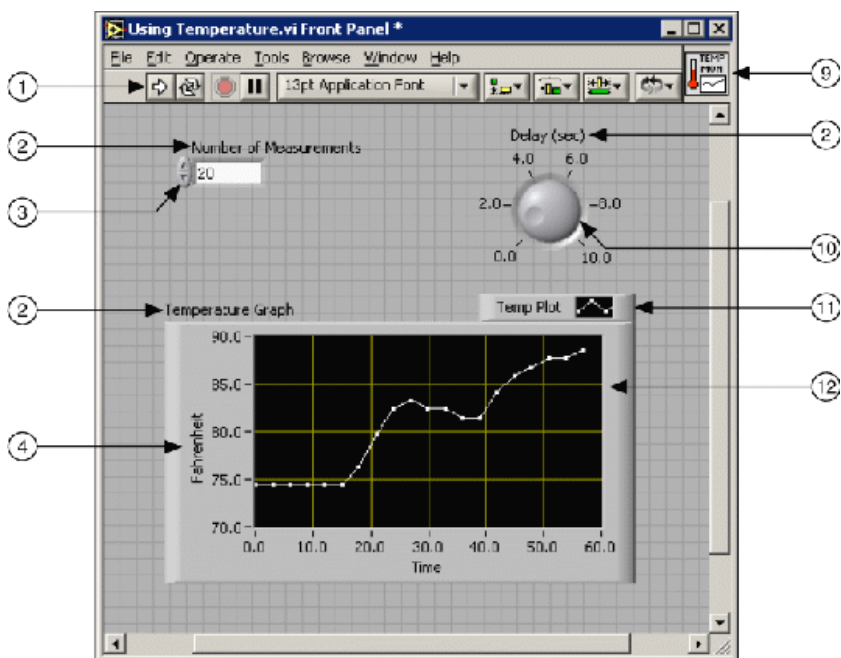
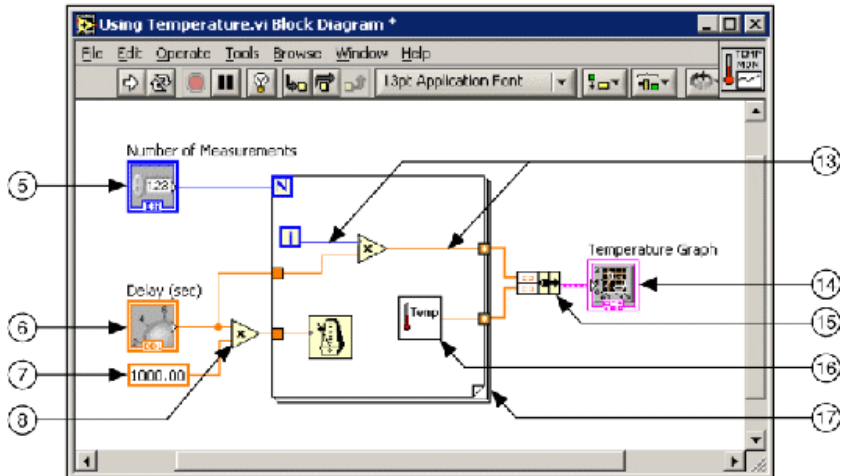

Рис. 1. Передняя панель реального физического прибора
Рис. 2. Блок-схема виртуального прибора на языке G
Справочно-методический материал. Файл LabVIEW – виртуальный инструмент – состоит из двух панелей. Одна из них имитирует переднюю панель реального физического прибора, (рисунок 1), на второй панели (рисунок 2) строится блок-схема виртуального инструмента на языке G.
Набор инструментов *Tools (Show Tools Palette)* позволяет изменить вид и позиции курсора. Основные позиции (рисунок 1):
набора в верхней части окна высвечивается название соответствующего поднабора (рисунок1) (например, «*Numeric*» – «Цифровые приборы»). Поднабор открывается нажатием левой кнопки мыши.
Набор инструментов *Functions* панели блок-схемы (*Show Functions Palette*) содержит функции и виртуальные инструменты (VI), используемые для построения блок-схемы (рисунок 2). Из набора *Functions* вызываются: управляющие структуры (циклы *While*, *For*), формульный узел (*Formula Node*) – *Structures* поднабор; преобразователи строк – *String* поднабор; приборы преобразования Фурье и линейной алгебры – *Analysis* поднабор и многие другие.